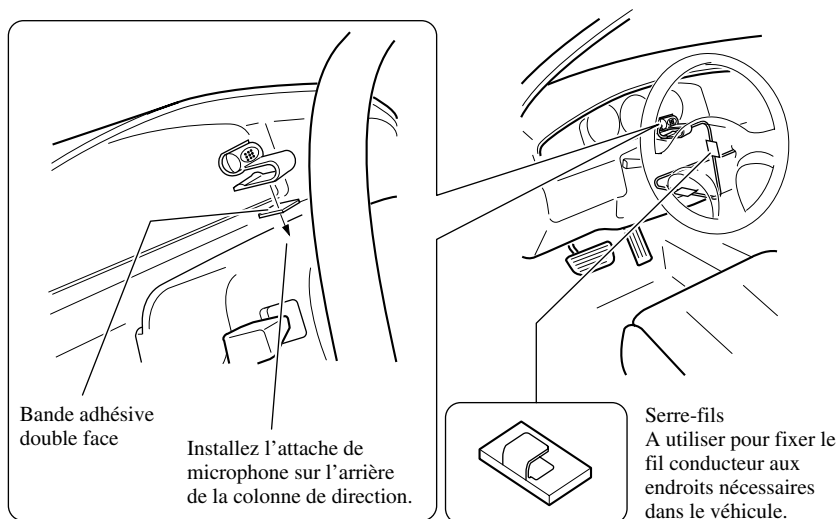

Fig. 19
2. Fixez l'attache du microphone sur la colonne de direction. (Fig. 19)